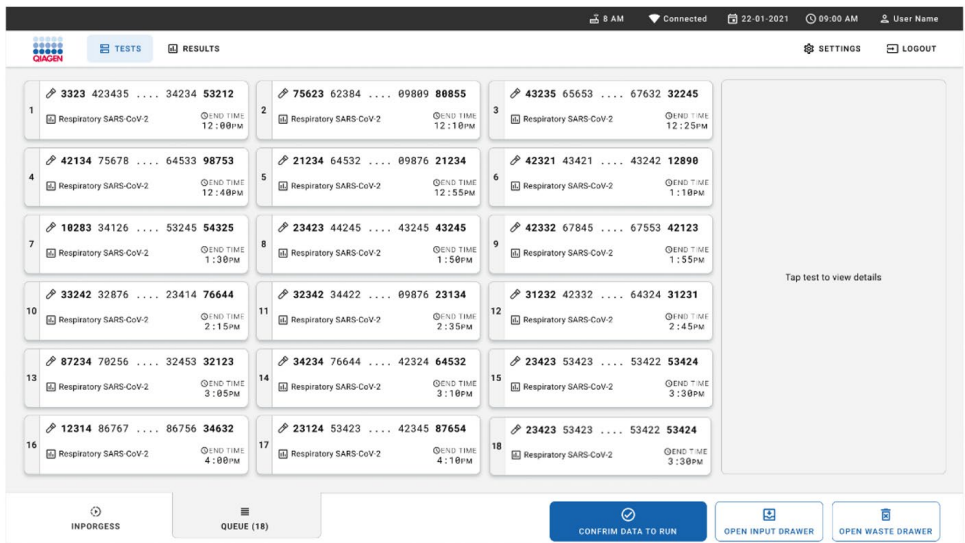

Figure 30. Écran de file d'attente des échantillons.
15. Après une numérisation réussie, la file d'attente s'affiche (Figure 30). Examinez les données présentées. En cas d'erreur, appuyez sur le bouton **OPEN INPUT DRAWER**